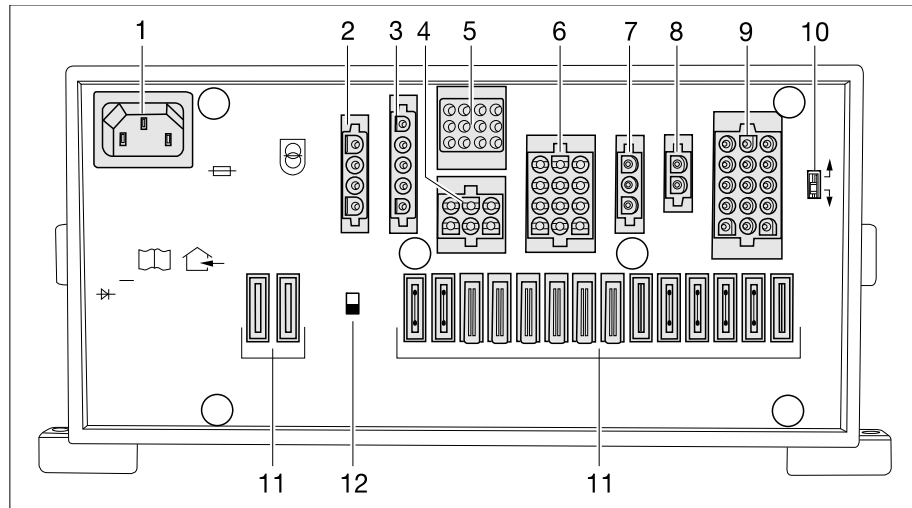

Bild 243 Elektroblock (EBL 119)
- ▷ Der Batterie-Trennschalter (Bild 243,12) trennt alle Verbraucher, die am Elektroblock angeschlossen sind, vom 12-V-Netz.
- ▶ Wenn der Batterie-Wahlschalter (Bild 243,10) falsch eingestellt ist, kann sich Knallgas bilden. Explosionsgefahr!
Am Batterie-Wahlschalter (Bild 243,10) kann das Lademodul im Elektroblock auf den Typ der im Fahrzeug eingebauten Wohnraumbatterie ("Blei-Gel", "Blei-Säure" oder AGM) eingestellt werden.